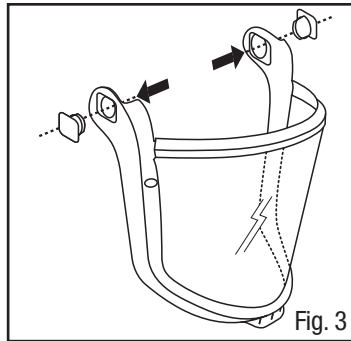

Fig. 3
4. Quite el soporte de pivote que dice "3M" del marco del visor colocando la estructura en el borde de una mesa, apoyada en el poste y presione con fuerza en el marco del visor con el talón de la mano (ver Fig. 3).